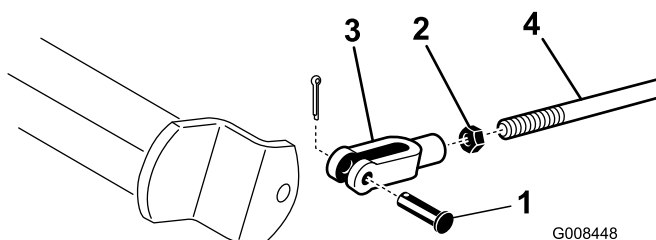

Figura 46
2. Nel caso in cui i freni non si blocchino in modo uniforme, togliete la coppiglia ed il perno del cavallotto per scollegare le aste dei freni (Figura 46).
3. Allentate il controdado e regolate il cavallotto come opportuno (Figura 46).
4. Montate il cavallotto sull'albero del freno (Figura 46).